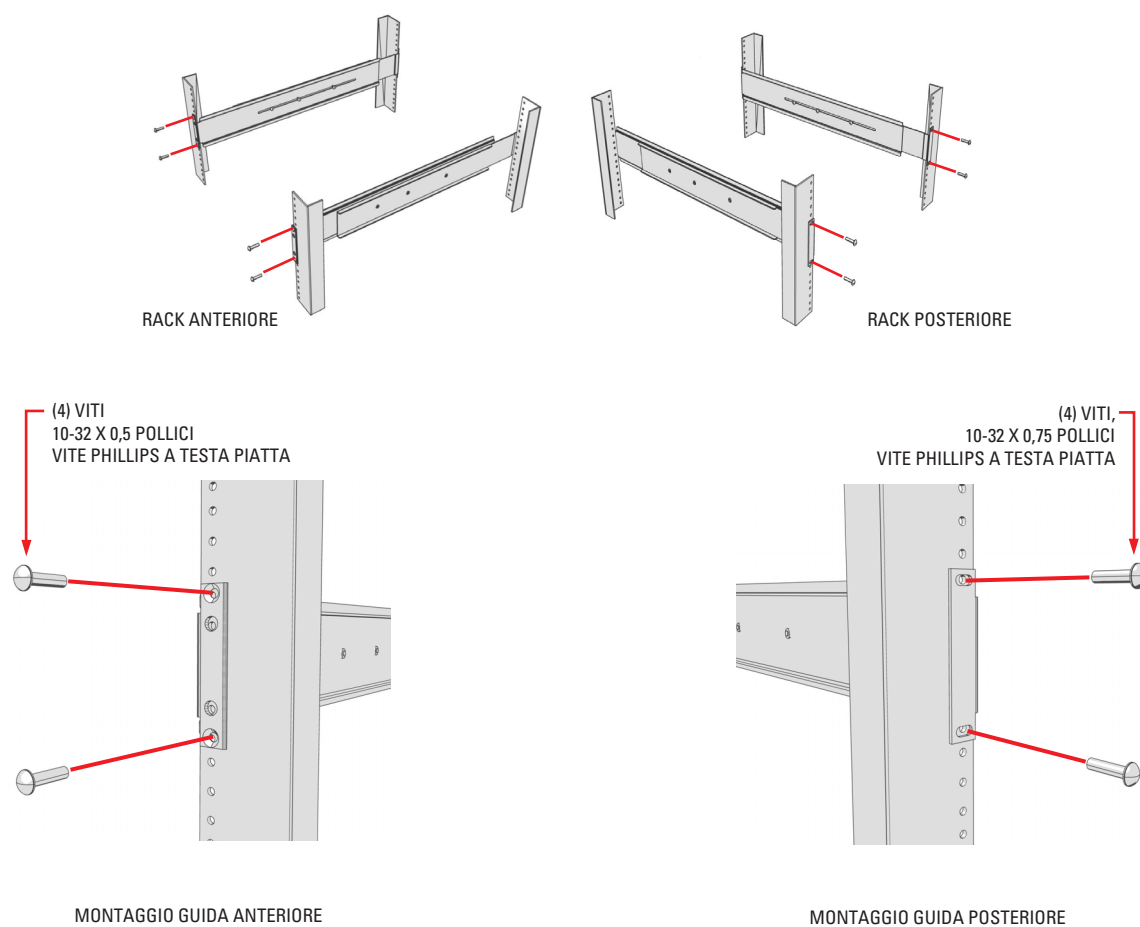

Figura 8. Fissaggio delle guide
6. Attaccare una guida di supporto al rack, nella posizione desiderata (vedere la Figura 8).